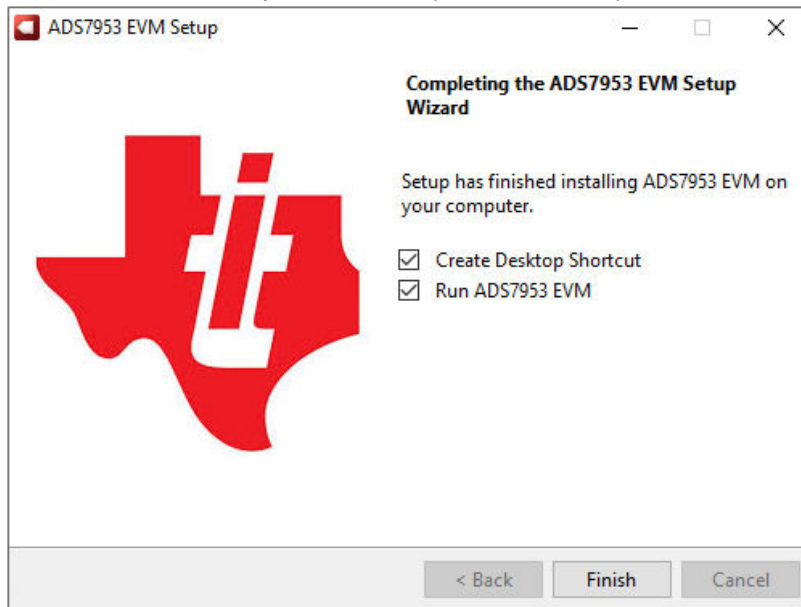

图 5-4. 软件安装最后一步
4. 在这些安装完成后，选中 *Create Desktop Shortcut* 框 ( 如图 5-4 所示 )。